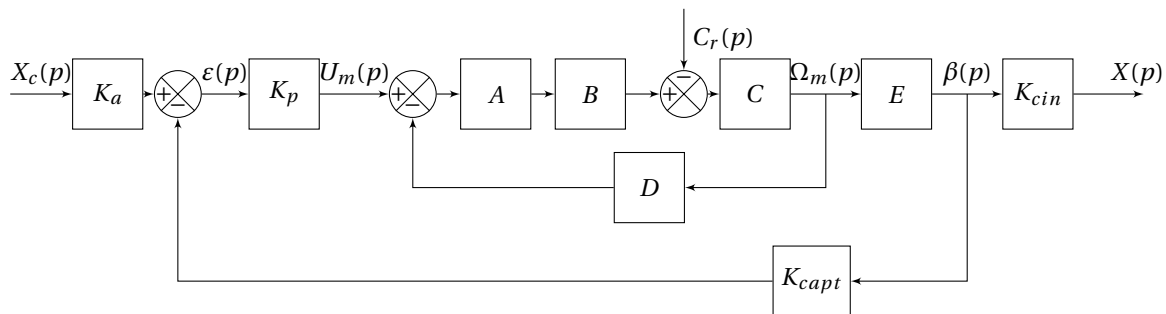

FIGURE 4 – Structure de l'asservissement en position du groupe de propulsion
**Q 14 : Montrer que l'on peut modifier le schéma bloc de la figure 4 pour obtenir la structure ci-dessous.**